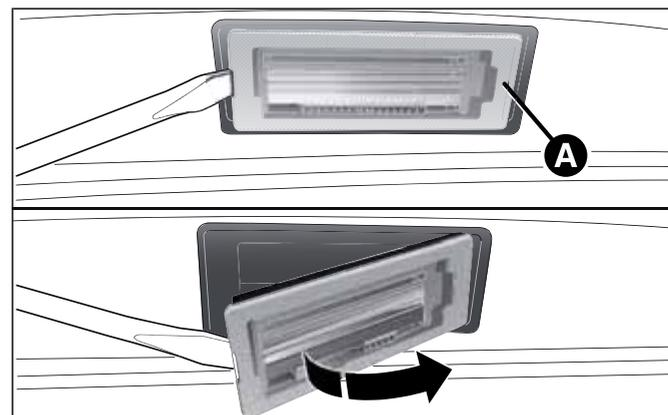

fig. 135
- enlever le transparent A fig. 135 ;
- puis remettre le transparent A fig. 135.